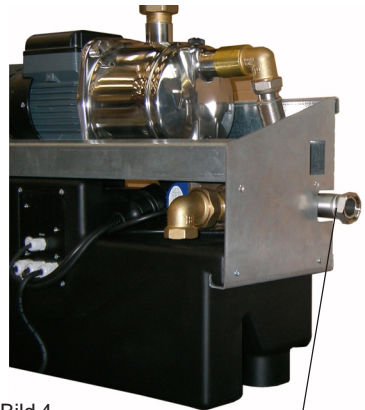

Bild 4
- Saugleitung dicht und fest mit dem Sauganschluss des Gerätes verbinden, siehe Bild 4.